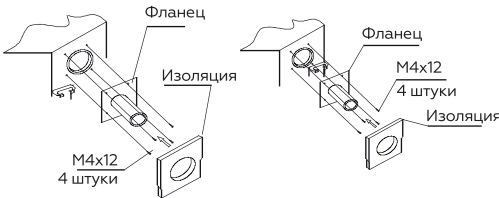

Рис. 33
7. Закрепите фланец и заизолируйте его (Рис. 33).